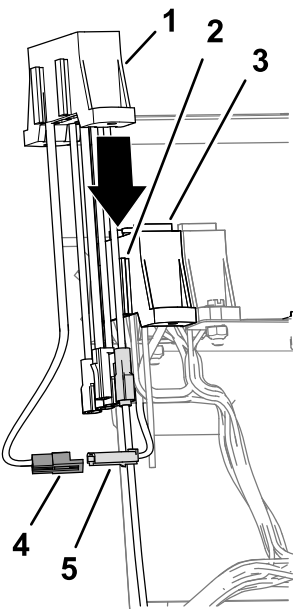

Bild 23
- Stecken Sie den 2-Stift-Stecker für die Zuführungskabel des Sicherungskastens der Maschine in den 2-Buchsen-Stecker für die Zuführungskabel des Hilfssicherungskastens (Bild 23).
- Fluchten Sie die Schlitze im Hilfssicherungskasten mit den Montageflanschen des Sicherungskastens der Maschine aus (Bild 23).